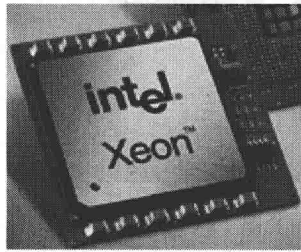

图 1-11 Intel Xeon
- 1998年, 服务器专用微处理器进入 Xeon(至强)时代, 如图 1-11 所示。